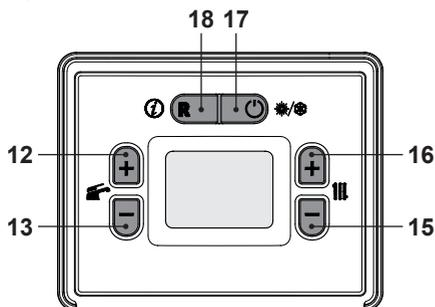

Figura 5.51
- Utilizzando i tasti 15 o 16 (Figura 5.51) è possibile modificare il valore del parametro A49:
- Premendo il tasto 12 o 13 (Figura 5.51) si ottiene la conferma del valore inserito e si ritorna alla lista parametri (Figura 5.52).
- Premendo il tasto 17 (Figura 5.51) si esce dalla "modalità programmazione".